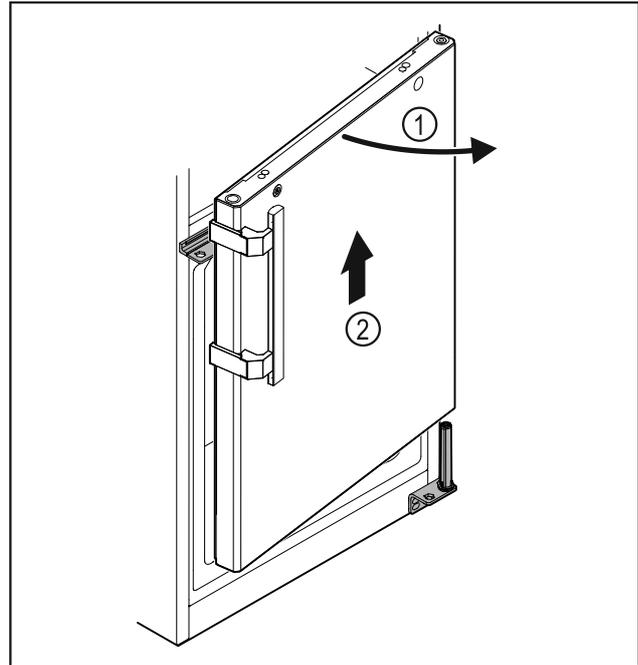

Fig. 28
- ▶ Zľahka otvorte dvere Fig. 28 (1), zdvihnite ich cca 200 mm rovno nahor a odoberte Fig. 28 (2).